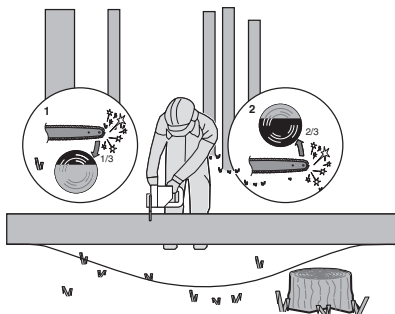

Bild 5
När stocken stöttas i båda ändarna, så som visas på bild 5, såga 1/3 diameter från ovsidan (kapning från ovsidan) (1). Gör sen den avslutande kapningen genom kapning från undersidan, från de nedre 2/3 (2), för att möta den första sågningen.